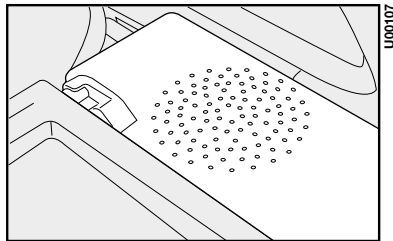

fig.78
- alojamiento para los altoparlantes traseros por debajo de las repisas laterales de soporte de la repisa posterior **fig. 78**.
- altoparlante en la repisa trasera **fig. 78**;